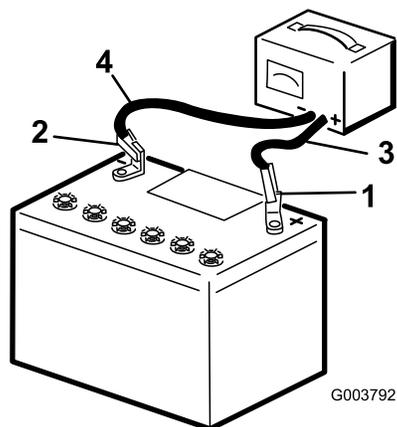

Рисунок 36
2. Заряжайте аккумулятор в течение 10-15 минут током 25-30 Ампер, или 30 минут током 4-6 Ампер (Рисунок 36). Не допускайте избыточного заряда аккумулятора.
- После полной зарядки аккумулятора отсоедините зарядное устройство от электророзетки и штырей аккумулятора (Рисунок 36).